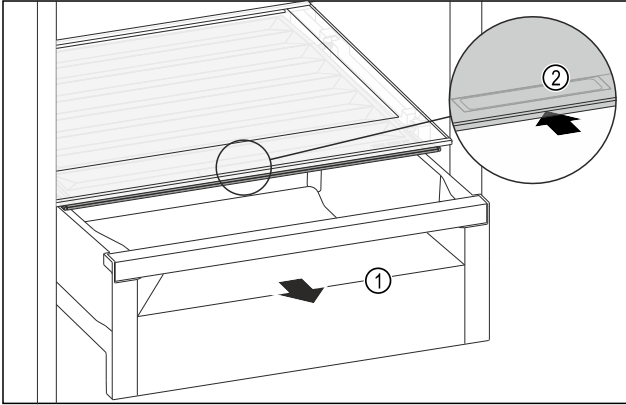

Fig. 109
- ▶ Schuifvak Fig. 109 (1) uittrekken.
- ▶ Greeplijst Fig. 109 (2) op het vakdeksel vastpakken en het vakdeksel gelijktijdig naar achteren schuiven.